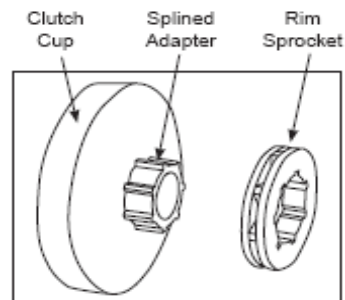

Figure 2
- \* Um sistema de carreto periférico (Fig. 2) consiste num cârter de embraiagem com adaptador canelado e um carreto periférico. Quando este ficar gasto, só se deve substituir o carreto periférico. O cârter de embraiagem e o adaptador são igualmente peças de desgaste que deverão ser substituídas mais cedo ou mais tarde, mas duram em geral para 3 a 5 carretos periféricos.